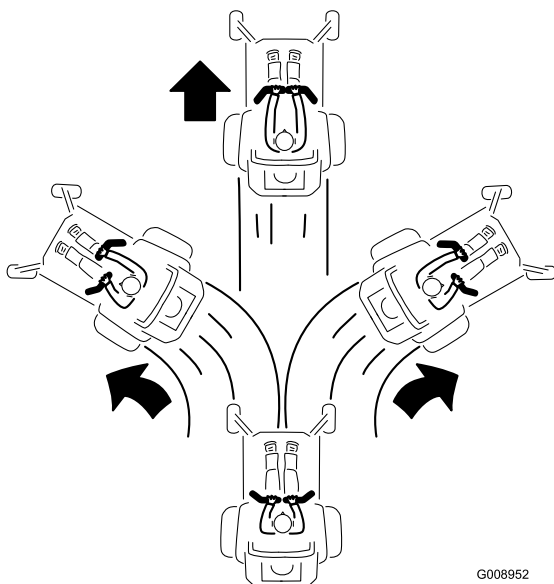

Figure 14
2. Pour vous déplacer en marche avant, poussez lentement les leviers de commande de déplacement vers l'avant (Figure 14).
- Pour vous déplacer en ligne droite, appliquez une pression égale sur les deux leviers de déplacement (Figure 14).
- Pour tourner, relâchez le levier de commande correspondant à la direction que vous voulez prendre (Figure 14).